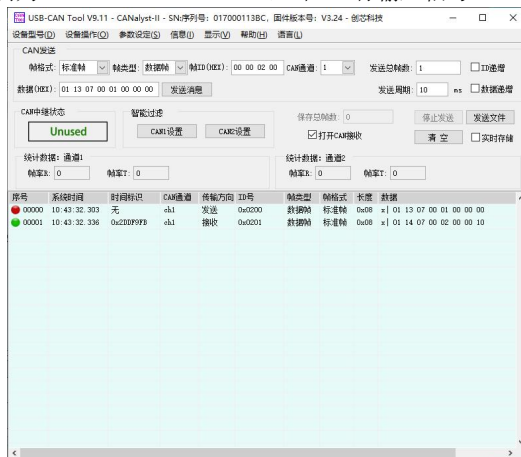

图7.3.2 X02有输入
■ 示例2: 读输入点, 即读寄存器【7】, 如图7.3.2所示。